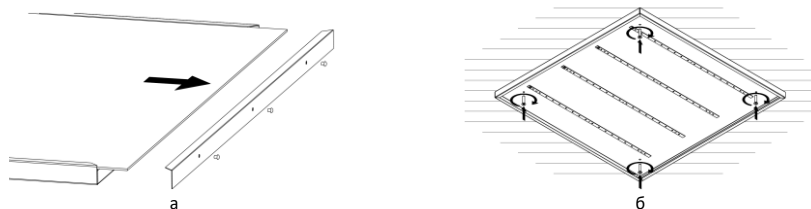

Рисунок 9 — Накладной монтаж светильника Geniled серии Office, LPO.
- 5.3. **Накладной монтаж.** Установка светильника Geniled на ровную поверхность накладным способом. Для светильников Geniled серии Office, LPO. См. Рисунок 9.
- 5.4.1. При помощи тонкой отвертки либо другого подходящего подручного инструмента аккуратно извлеките три пластиковые заклепки из съемной боковой крышки. Снимите крышку и извлеките рассеиватель (Рисунок 9, а).
- 5.4.4. Установите светильник на подготовленное место (Рисунок 9, б). Используйте метизы подходящего диаметра (<5мм).